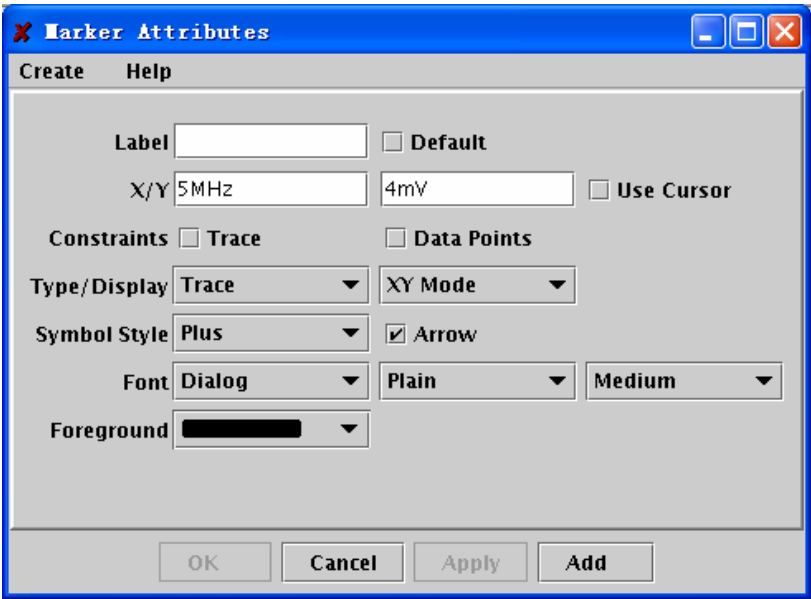

图 12.31 选择“Marker”→“Create”，设置坐标附加标记
- 1) 选择“Marker”→“Create”，此时“Marker Attributes”对话框弹出，如图 12.31 所示。如果“Marker Attributes”对话框已经打开，那么选择“Create”→“Marker”创建一个新的标记。